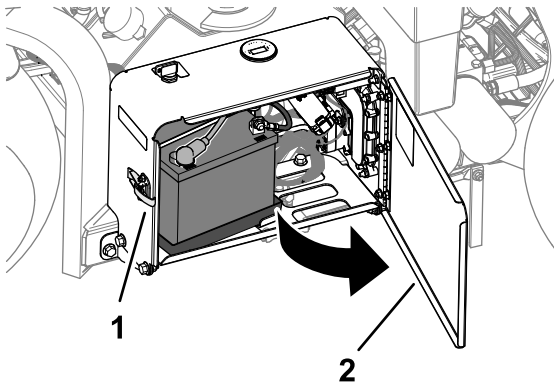

Figure 159
1. Déverrouillez et ouvrez la porte du compartiment de la batterie (Figure 159).